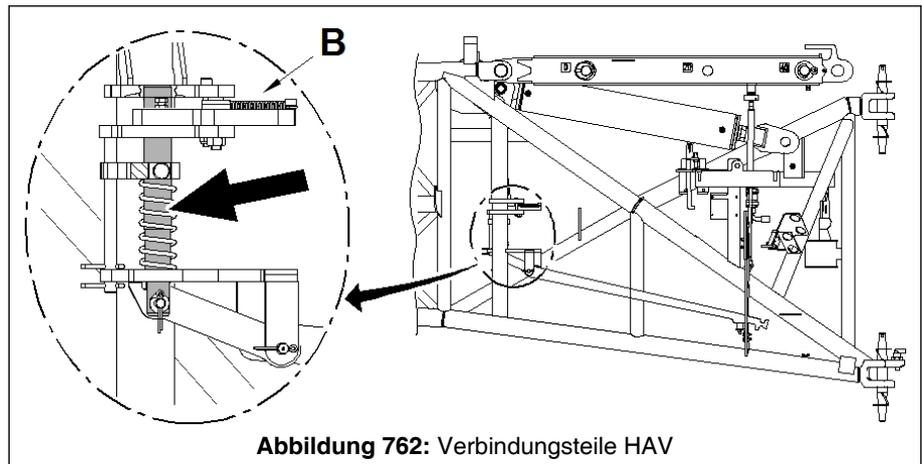

Abbildung 762: Verbindungsteile HAV
<p>Unfallgefahr!</p> <ul style="list-style-type: none"> <li>■ Vor der Fortsetzung des Anbauvorganges muss visuell kontrolliert werden, ob der Bolzen (siehe Pfeil in ↙ Abb. 762, Seite 824) tatsächlich am seitlichen Drehpunkt (B) eingerastet ist.</li> </ul>